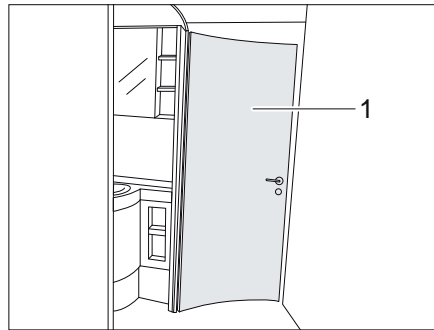

Bild 147 Raumbad
Die Tür des Toilettenbereichs (Bild 147,1) lässt sich je nach Ausstattung in 1-3 verschiedenen Öffnungsweiten zu einem Raumbad arretieren. Je nach gewählter Öffnungsweite werden verschiedene Raumteile miteinander verbunden.
- ▷ Die Tür des Toilettenbereichs (Bild 147,1) darf während der Fahrt nicht als Raumtrenner verwendet werden.